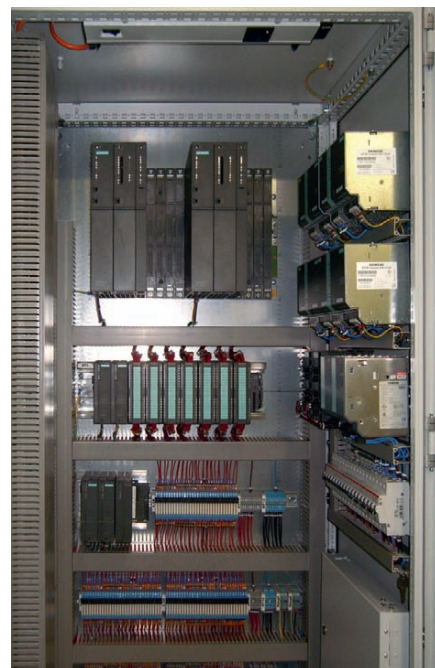

Рис. 2. Шкаф контроля и управления (ШКУ)
Уровень КИП (I) состоит из существующих датчиков КИПиА и исполнительных механизмов; уровень ПЛК (II) включает в себя резервируемый программируемый логический контроллер (ПЛК) со станциями распределённого ввода-вывода (рис. 2); уровень АРМ (III) включает устройства оперативно-го мониторинга и управления.